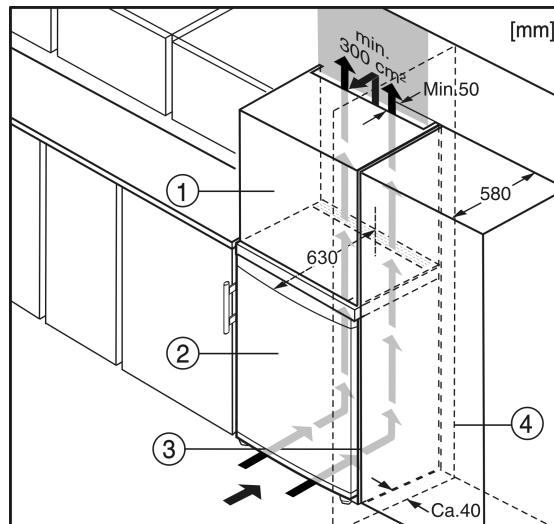

Fig. 5
El aparato se puede rodear de muebles de cocina. Para adaptar el aparato Fig. 5 (2) a la altura del mueble de la cocina se puede colocar sobre el aparato un armario superior Fig. 5 (1) adecuado y acorde con el mobiliario.
Si la cocina posee armarios (profundidad máx. 580 mm) el aparato se puede instalar directamente junto al armario de la cocina Fig. 5 (3). Desde el lateral, la puerta del aparato queda a 34 mm de la parte frontal del armario de cocina, y desde el centro del aparato, a 50 mm. Por tanto, se puede abrir y cerrar sin problemas.
Si el aparato se instala con las bisagras junto a una pared Fig. 5 (4), la distancia entre el aparato y la pared debe ser de como mínimo 40 mm. Esto equivale al saliente del tirador con la puerta abierta.